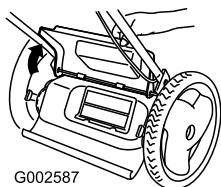

Figure 19
1. Levante y sujete la puerta trasera (Figure 19).